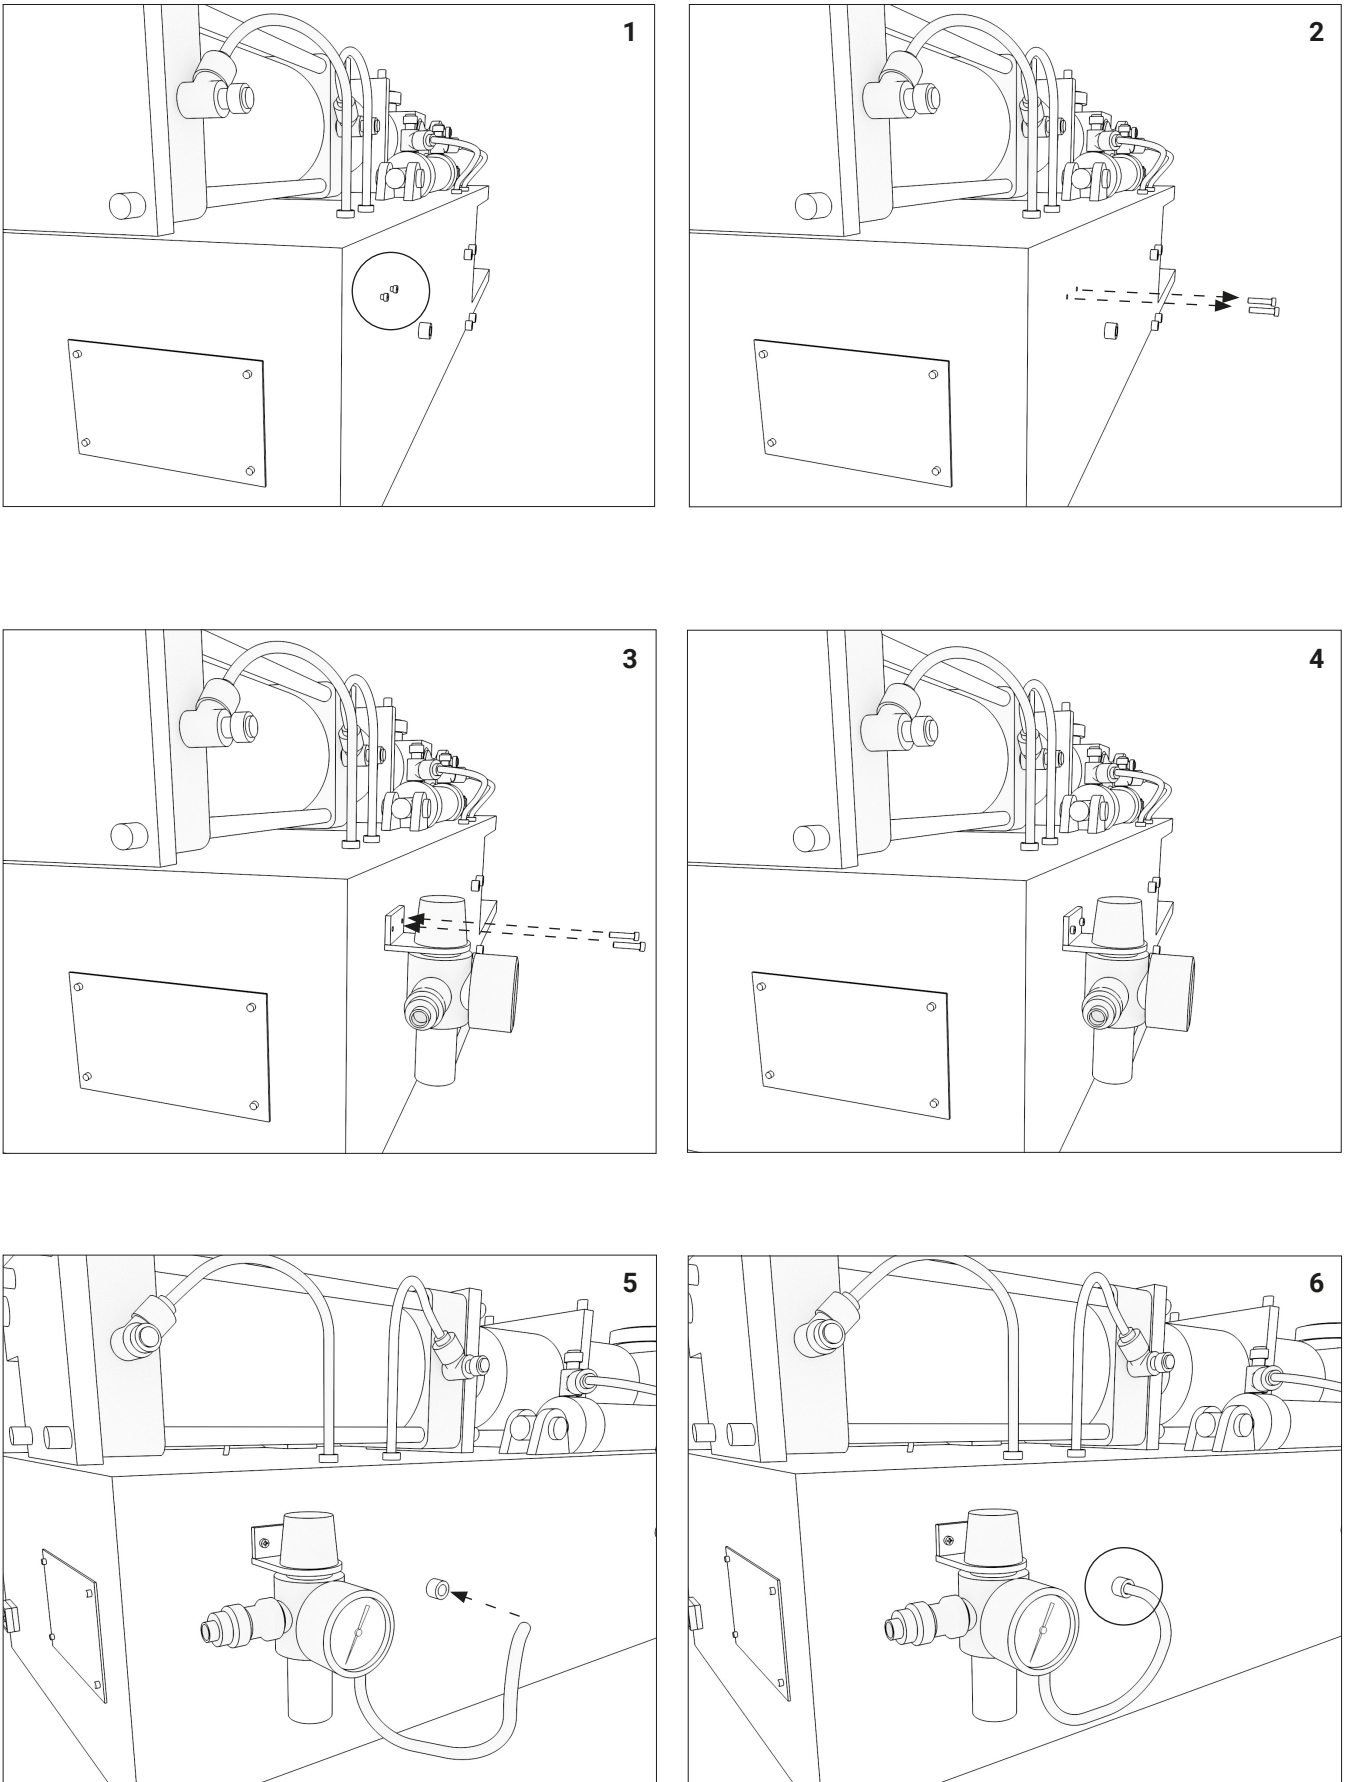

Рис. 11
10.11. Установить регулятор давления (рис. 11).